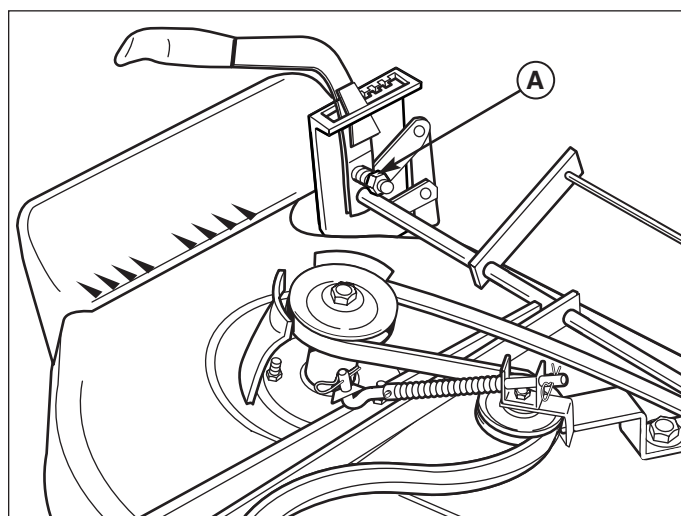

Figure 37. Réglage de la tension de la poignée
*Remarque : si la poignée de la tondeuse sort du secteur de hauteur de coupe, tourner l'écrou de réglage (A, Figure 37) dans le sens horaire pour augmenter la tension du ressort. NE PAS serrer l'écrou à fond ce qui compresserait complètement le ressort.*